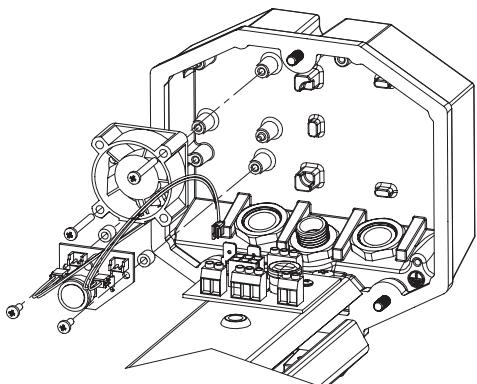

Fig. 9
2. Der Lüfter wird an der vorgesehenen Aufnahmestelle auf der rückwärtigen Abdeckplatte des Gehäuses untergebracht (Fig. 9).
3. Befestigt wird er mit den beiden im Lieferumfang enthaltenen Schrauben (Fig. 9).
4. Montieren Sie den Schaltkreis des Lüfters mit den beiliegenden passenden Schrauben und Abstandstücken in die dafür vorgesehene Aufnahmestelle auf der hinteren Abdeckplatte des Gehäuses (Fig. 9).